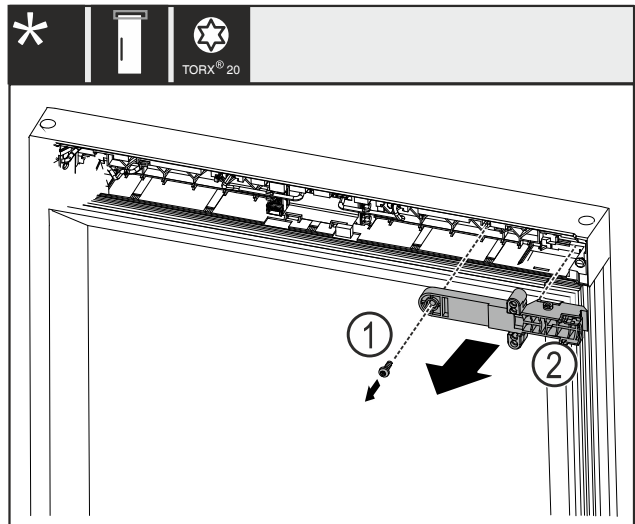

Fig. 22
- ▶ 移除螺栓 Fig. 22 (1)。
- ▶ 将锁固定件 Fig. 22 (2) 取下。